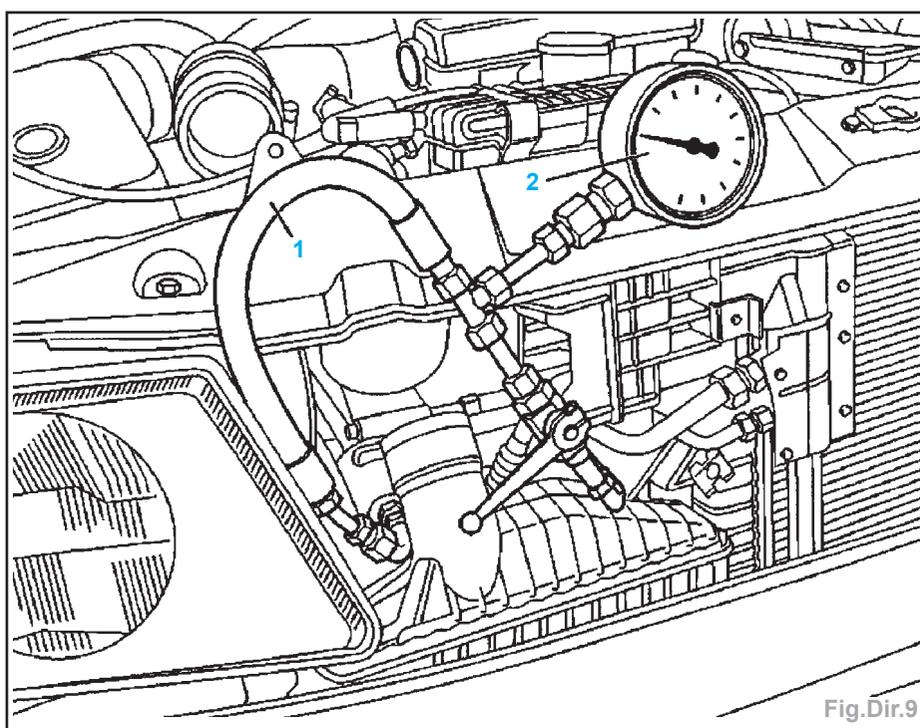

Fig.Dir.9
- Raccorder l'appareil de contrôle (Fig. Dir.9).